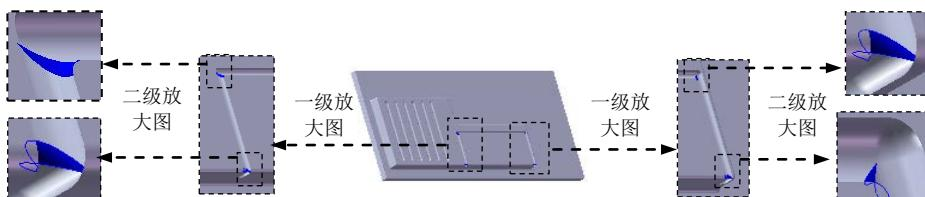

图 17.7.36 创建圆角 5
Step19. 创建图 17.7.36 所示的圆角 5。选择下拉菜单 **插入(I) → 特征(E) → 圆角(U)...**